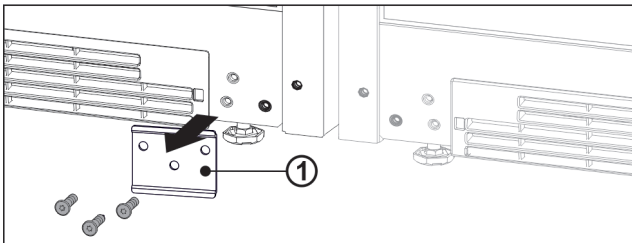

Fig. 11
- Dévisser la plaque Fig. 11 (1) le cas échéant.